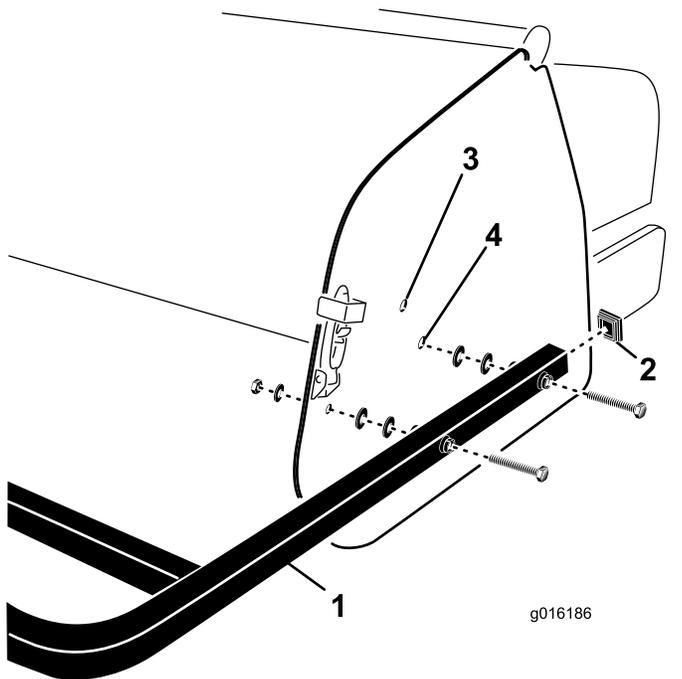

Рисунок 32
1. Вставьте торцевые крышки в торцы труб заднего ограждения (Рисунок 32).
2. Совместите отверстия в монтажных трубах заднего ограждения с отверстиями в боковых панелях аэратора (Рисунок 32).
3. Закрепите монтажные трубы ограждения на боковых панелях 4 винтами, плоскими шайбами и гайками (Рисунок 32).